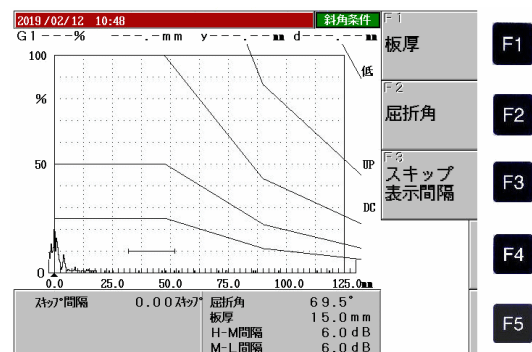

図 11 斜角探傷条件の入力
7マ PRS キーを押し、125mm の横の F3 キーを押すと測定範囲が図 11 のように、125mm になる。
① 5ナ JKL キーを押し、F3 (斜角条件)キーを押すと、板厚、屈折角を入力できる。
②板厚の入力は F1 キーを、屈折角の入力は、F2 キーを押し、 キーで行う。このとき、F1 又は F2 キーを 2 度押しすると、直接数値入力ができる。(図 11 参照)
③ 2カ ABC キーを押して斜角探傷モードに入る。斜角探傷モードに入ると図 11 のように表示器